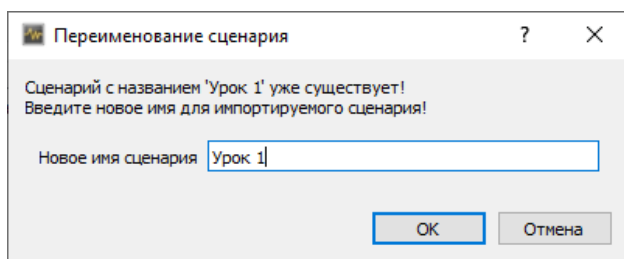

Рис. 3.4: Диалог переименования сценария
- При нажатии “Нет” будет создан новый сценарий с новым идентификатором, все остальные параметры которого будут загружены из файла. Также, если имя созданного сценария совпадает с одним из сценариев базы данных, то будет отображен диалог для задания нового имени для импортируемого сценария (рисунок 3.4). После введения уникального имени, новый сценарий будет внесен в базу данных.
- , “Клонировать сценарий”. По данному действию создается новый сценарий с конфигурацией, соответствующей конфигурации выбранного сценария, за исключением идентификатора эксперимента (будет сгенерирован новый). Также так как имя сценария должно быть уникально будет выведен диалог изменения имени созданного сценария (рисунок 3.4).